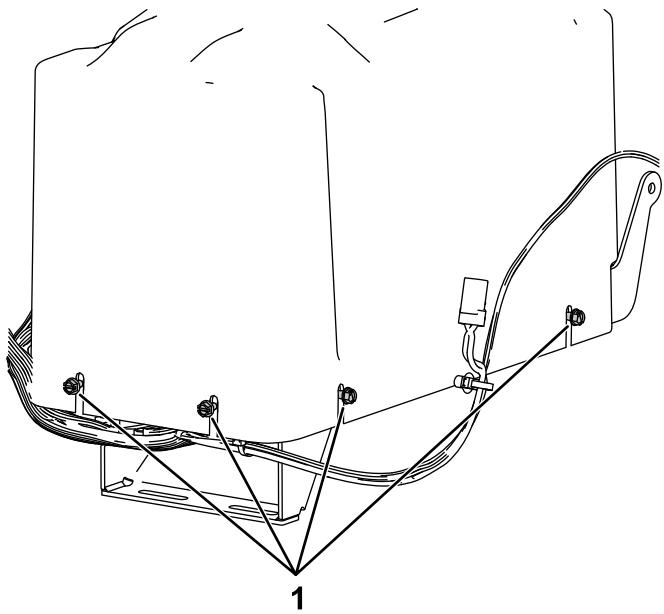

Figura 7
2. Afloje los 8 tornillos que sujetan la tapa de la batería y retírela (Figura 7).